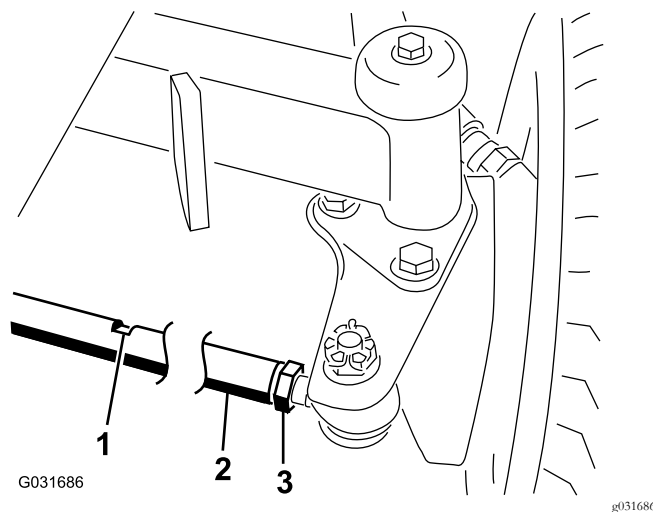

Figure 48
2. Desserrez l'écrou de blocage à chaque extrémité de la biellette (Figure 48).